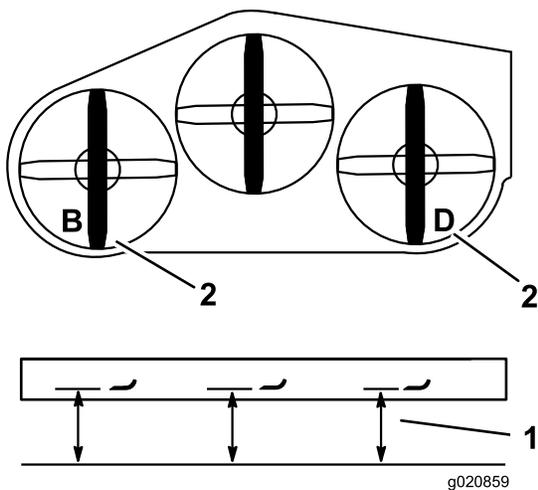

Рисунок 84
2. Измерьте высоту левого ножа в точке **В** от горизонтальной поверхности до режущей кромки на конце ножа и запишите результат измерения (Рисунок 84).
3. Измерьте высоту правого ножа в точке **Д** от горизонтальной поверхности до режущей кромки на конце ножа и запишите результат измерения (Рисунок 84).
Примечание: Результат измерения в точке **В** должен отличаться не более чем на 3 мм от результата измерения в точке **Д** (Рисунок 84). Если результат измерения неверный, перейдите к следующим пунктам.